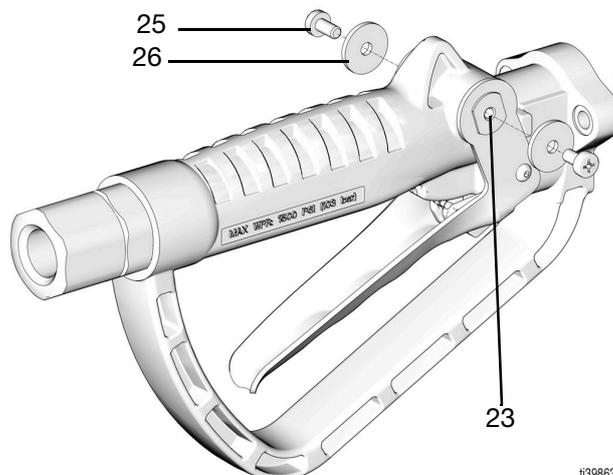

FIG. 43
- Quite los tornillos (25) y las arandelas (26) y aparte para volver a montar (FIG. 43).
6. Vuelva a colocar la arandela (26) y los tornillos (25) y apriete a un par de entre 1,69 y 2,82 N•m (15 y 25 lb-pulg.), consulte la FIG. 43 en la página 19.